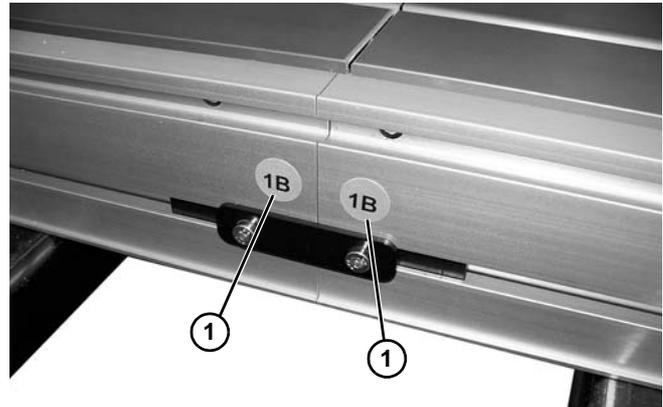

Figura 5
1. Localice y organice las secciones del transportador según las etiquetas de las secciones (**Figura 5, artículo 1**).